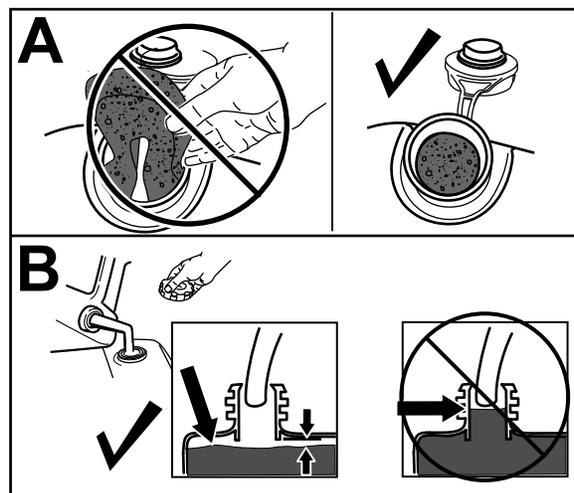

Figura 10
**impide la agitación del combustible. No retire nunca el elemento de espuma, porque permite que el motor utilice todo el combustible del depósito (Figura 10, A).**
**Nota:** No llene el depósito de combustible por encima del borde inferior del cuello del depósito (Figura 10, B).